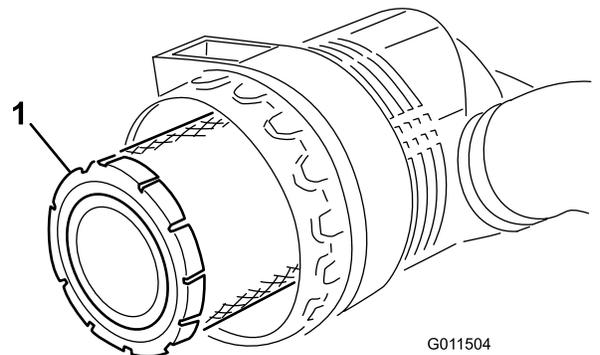

Figura 86
5. Retire y cambie el filtro primario (Figura 86).